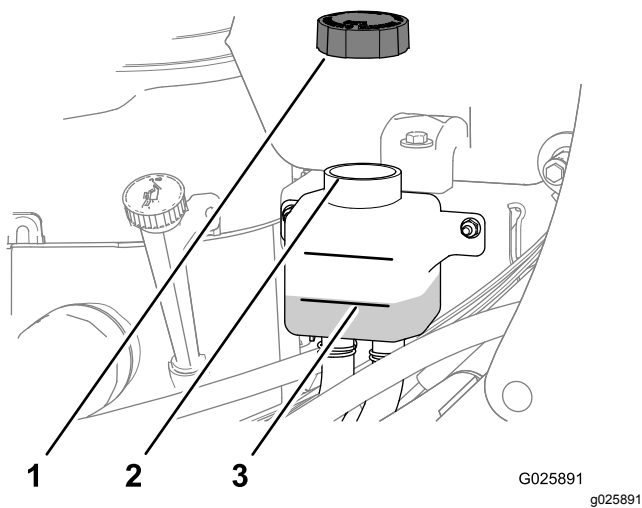

Figure 58
- Enlevez le bouchon du vase d'expansion et contrôlez le niveau de liquide hydraulique à l'intérieur (Figure 58).
- Au besoin, faites l'appoint de liquide de transmission spécifié jusqu'à ce que le niveau atteigne le repère maximum à froid sur le vase d'expansion (Figure 58).